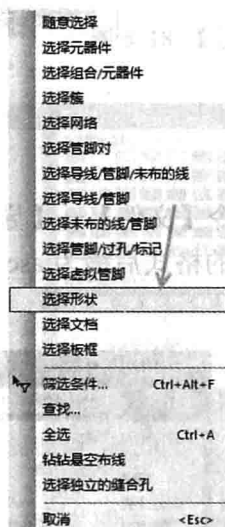
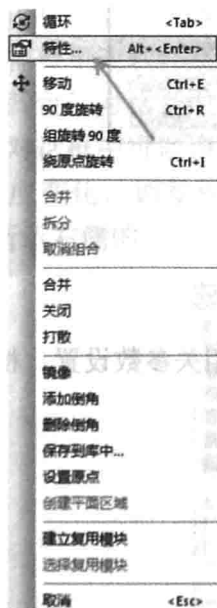

图 5-13 【选择形状】命令
图 5-14 【特性】命令
(2) 在没有选中任何对象的状态下单击鼠标右键, 在弹出的快捷菜单中选择【选择形状】命令, 如图 5-13 所示。然后选中第(1)步所产生的封闭外形, 单击鼠标右键, 在弹出的快捷菜单中选择【特性】命令, 如图 5-14 所示。